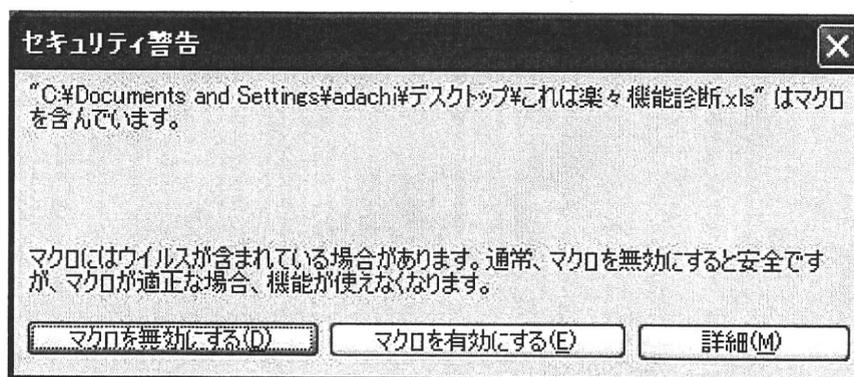

図 2 マクロを有効にする
① 計算ソフト起動
- (1) CD-ROM から「これは楽々、機能診断.xls」をパソコンのハードディスクにコピーします。
- (2) 「これは楽々、機能診断.xls」を開くと図 2が表示されるので、「マクロを有効にする」を指定します。「マクロを無効にする」を指定してファイルを開くとプログラムは作動しないので、この場合はファイルを閉じて、再度開きます。